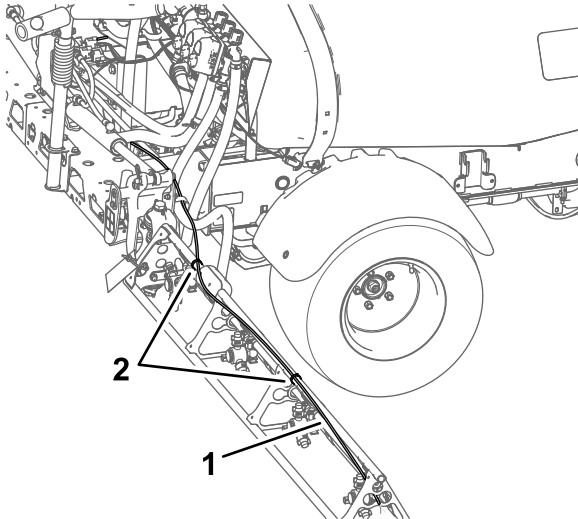

Figure 20
1. Retirez les serre-câbles qui fixent les tubes de liquide et d'air du kit traceur à mousse à la section de pulvérisation extérieure (Figure 20).